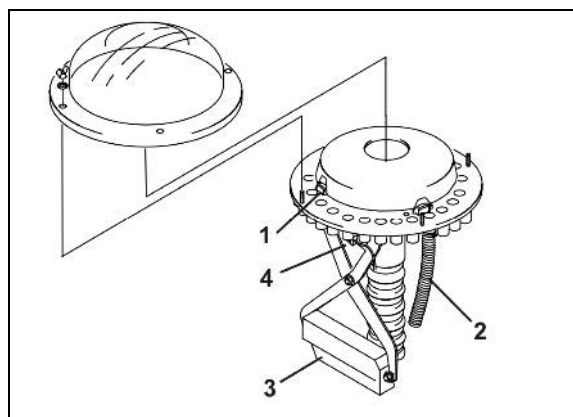

Fig. 60
- sperrt die Fahrgassenschaltung am Verteilerkopf über Schieber (Fig. 60/1) die Saatgut-Zuteilung zu den Saatgutleitungen (Fig. 60/2) der Fahrgassenschare
Die Saatgutzufuhr zu den Fahrgassenscharen wird unterbrochen, sobald der Elektromotor (Fig. 60/3) die entsprechenden Saatleitungsrohre (Fig. 60/2) im Verteilerkopf verschließt.
Ein Sensor (Fig. 60/4) prüft, ob die Schieber (Fig. 60/1), die die Saatleitungsrohre (Fig. 60/2) öffnen und schließen, ordnungsgemäß arbeiten.